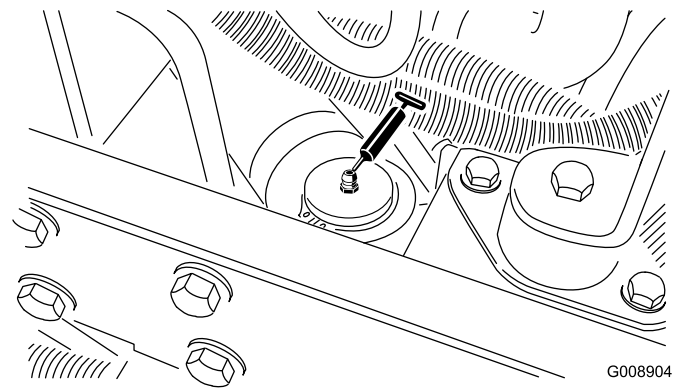

Figura 60
- Cilindro di sterzo (Figura 60)